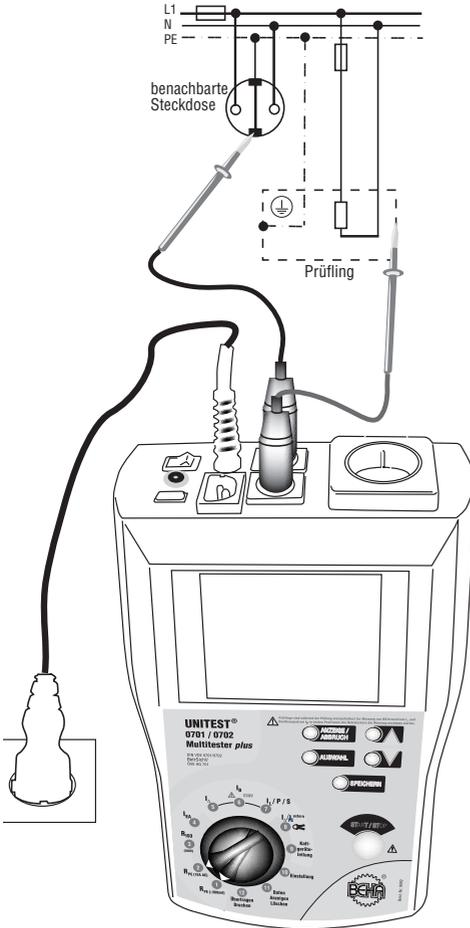

Bild 6.2: Messung des Schutzleiterwiderstandes bei fest angeschlossenen Geräten
- ▶ Schließen Sie den 0701/0702-Multitester *plus* mit dem Netzanschlusstecker (1) an eine funktionsfähige und ordnungsgemäß angeschlossene Schutzkontakt-Netzsteckdose an.
- ▶ Schalten Sie das Gerät mittels EIN/AUS-Schalter (16) ein.
- ▶ Stellen Sie den Drehschalter 'Messfunktion' (10) auf die Schalterstellung 'RPE ( $\pm 200$  mA)' (Funktion 1) oder "RPE (10 A AC)" (Funktion 2).
- ▶ Stecken Sie die Messleitung (Prüfanschluss) in die Buchse "Sonde" (3).
- ▶ Stecken Sie die zweite Messleitung (Prüfanschluss) in die Buchse "Sonde PE AUX" (2).
- ▶ Drücken Sie die Taste "AUSWAHL" (11), die Messzeitanzeige (25) blinkt.
- ▶ Verbinden Sie den PE-Prüfanschluss 'Sonde' (3) mit berührbaren leitfähigen Gehäuseteilen des Prüflings entsprechend Bild 6.2 oder 6.3, achten Sie auf guten Kontakt mit der Oberfläche der Gehäuseteile.
- ▶ Bei fest angeschlossenen Geräten verbinden Sie den PE-Prüfanschluss 'Sonde PE AUX' (2) mit dem PE-Anschluss einer benachbarten Steckdose, siehe Bild 6.2.